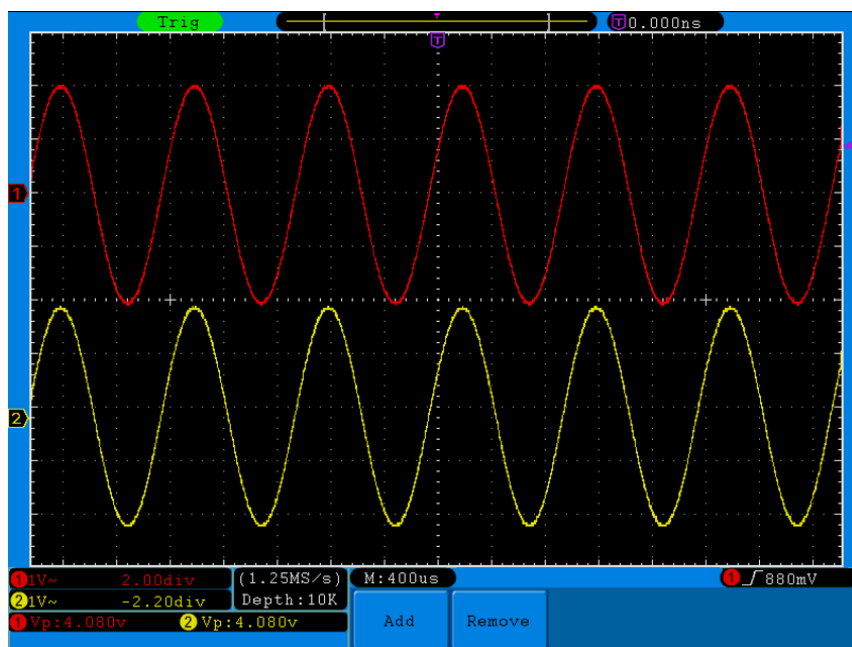

Figura 7-2 Forma de Onda da Medição de Ganho
- (1) Pressione o botão **Autoset** e o osciloscópio ajustará automaticamente as formas de onda dos dois canais para uma exibição apropriada.
- (2) Pressione o botão **Measure** para acessar o menu de medições.
- (3) Pressione o botão **H1**.
- (4) Pressione o botão **F2** e selecione **CH1**.
- (5) Pressione **F1**, gire o knob **M** e selecione **PK-PK**.
- (6) Pressione **F2** e selecione **CH2**.
- (7) Pressione o botão **F1** novamente e gire o knob **M** novamente para selecionar **PK-PK**.
- (8) Leia as tensões de pico a pico dos canais CH1 e CH2 no canto inferior esquerdo da tela (veja *Figura 7-2*).
- (9) Calcule o ganho do amplificador de acordo com as fórmulas a seguir: